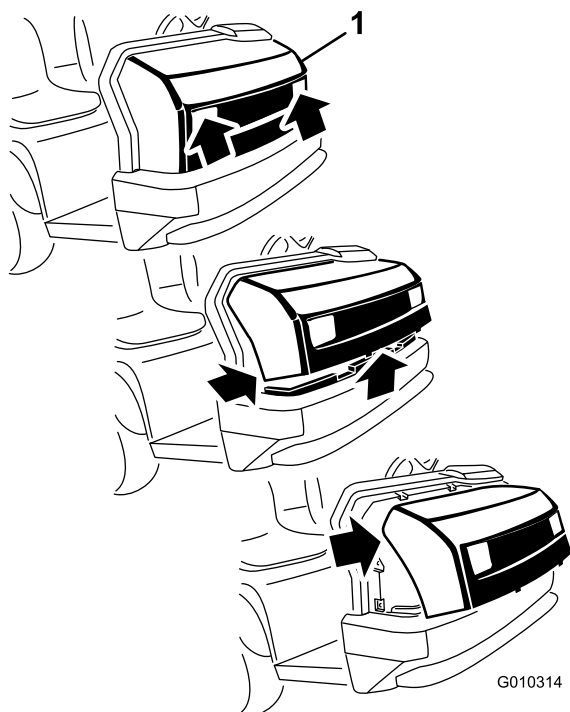

Figura 3
1. Sujete el capó por los orificios de los faros y levántelo para poder liberar las pestañas de montaje inferiores de las ranuras del bastidor (Figura 3).
2. Gire hacia arriba la parte inferior del capó hasta que pueda retirar las pestañas de montaje superiores de las ranuras del chasis (Figura 3).
3. Gire hacia adelante la parte superior del capó y desenchufe los conectores de cables de los faros (Figura 3).